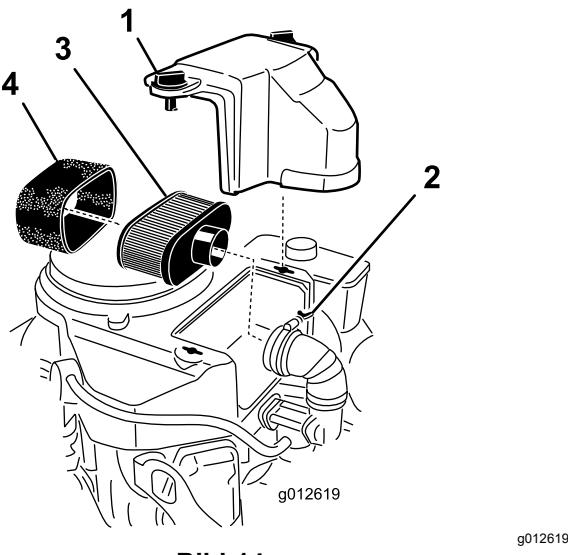

Bild 14
3. Reinigen Sie den Bereich um den Luftfilter herum, um zu verhindern, dass Schmutz in den Motor eintritt und Schäden verursacht (Bild 14).
4. Schrauben Sie die Handräder der Abdeckung ab und entfernen Sie die Luftfilterabdeckung (Bild 14).
5. Schrauben Sie die Schlauchklemme los und entfernen Sie den Luftfilter (Bild 14).
6. Ziehen Sie den Schaumstoffeinsatz vorsichtig vom Papiereinsatz (Bild 14).
- Setzen Sie die Abdeckung des Luftfilters auf und ziehen Sie das Handrad der Abdeckung fest (Bild 14).
**Wichtig:** Reinigen Sie den Papierfilter nicht sondern tauschen Sie ihn aus (Bild 14).
- Schieben Sie den Schaumstoffeinsatz vorsichtig auf den Papierluftfiltereinsatz (Bild 14).
- Schieben Sie den Luftfilter auf das Luftfilterunterteil und befestigen Sie ihn mit den 2 Flügelmuttern (Bild 14).